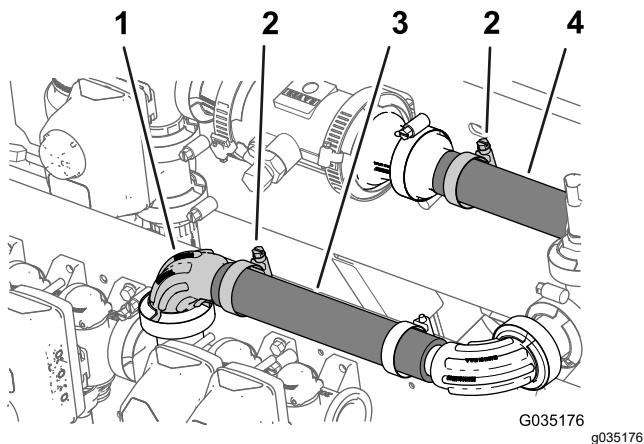

Рисунок 64
1. Установите шланг (1 x 8½ дюйма) на прямоугольный фланцевый штуцер (1 дюйм), как показано на Рисунок 64.
2. Закрепите шланг на фланцевом штуцере шланговым хомутом (Рисунок 64).
3. Затяните шланговый хомут, который крепит шланг (1 x 7¼ дюйма) к фланцевому штуцеру типа «елочка» (1 дюйм), установленный при выполнении пункта Установка датчика давления на машину (страница 32); см. Рисунок 64.